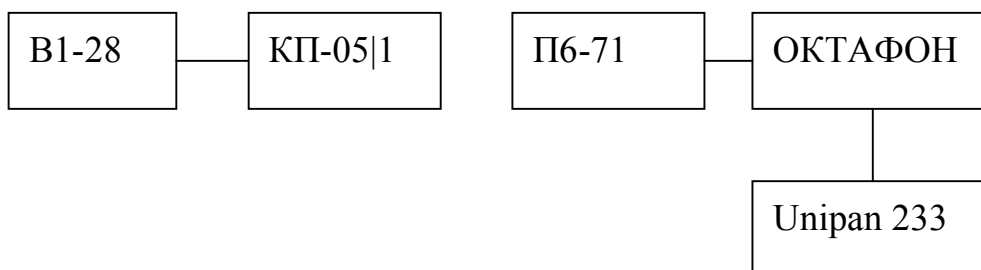

Рис. 2
- 1) Собрать схему соединений согласно рис. 2, используя аппаратуру рабочего эталона РЭНЭП-05Г/30М.